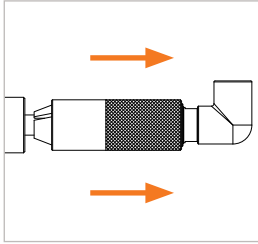

Figure 6
- ▶ Tirez le manchon coulissant (n° 1) en arrière (*Figure 6*). La connexion à la pièce d'essai est ainsi desserrée et le connecteur peut être retiré de la pièce d'essai par l'arrière.